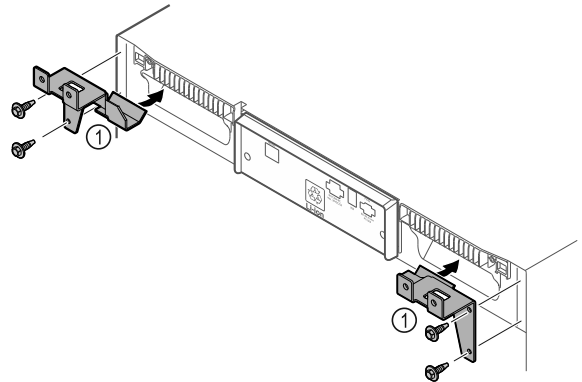

Fig. 10
- ▶ 用随附的自攻螺丝将固定部件 Fig. 10 (1) 安装在冰箱上。